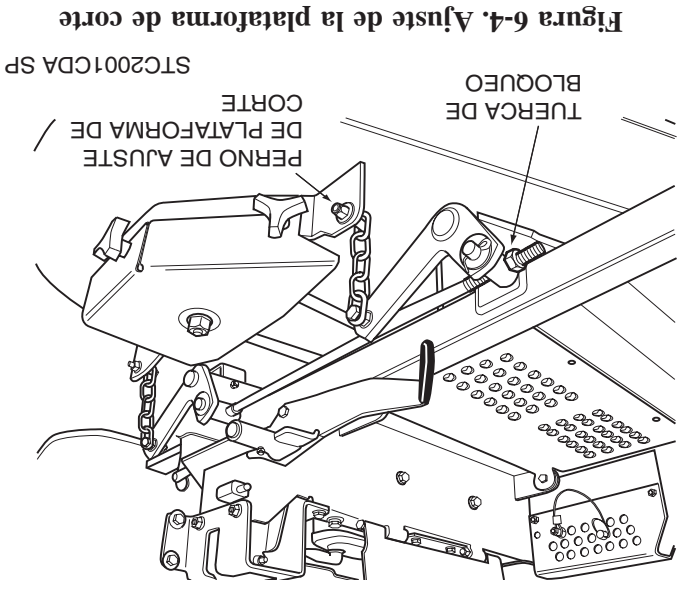

Figura 6-4. Ajuste de la plataforma de corte
1. En el lado frontal del lado izquierdo de la plataforma de corte, ubique el perno de ajuste de la misma. (Vea la Figura 6-4)
1. Afloje las tuercas de bloqueo en ambas varillas de ajuste. (Vea la Figura 6-4)